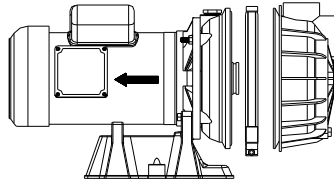

Figura 9
2. Retire la abrazadera (Ver figura 9)
3. Quite la base de la bomba los pernos de montaje. Ensamblaje del motor y la mitad trasera de la bomba ahora puede ser arrancada de la mitad de la bomba delantera (Ver figura 9). **ATENCIÓN** Desmonte O-anillo.